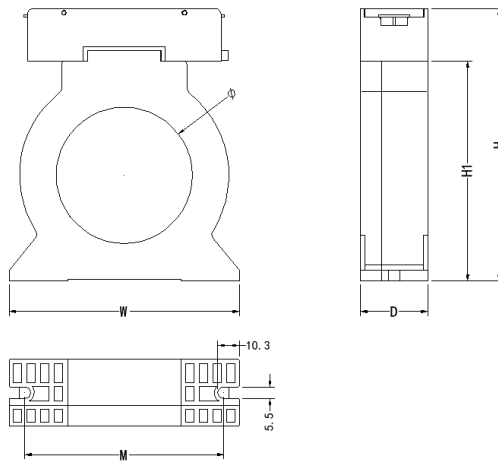
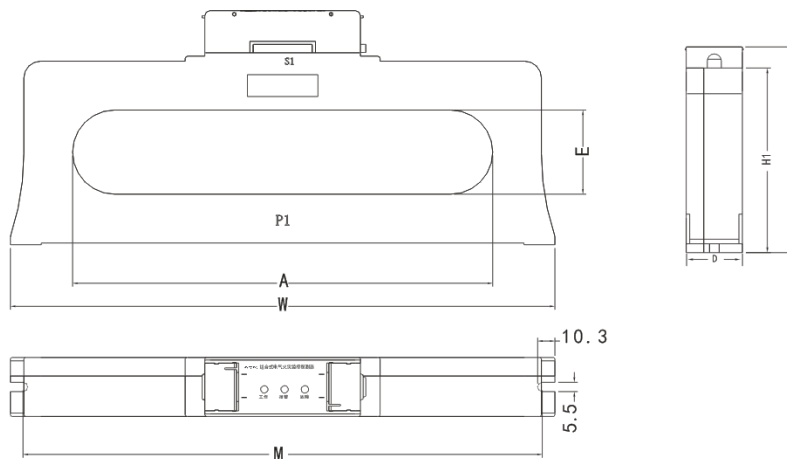
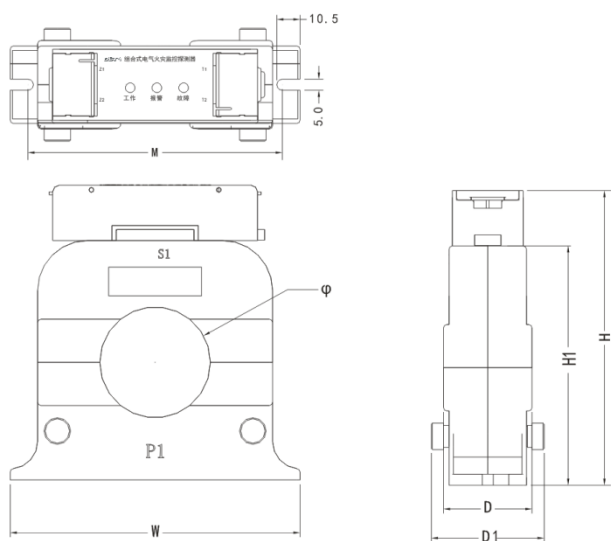

图 2.2 探测器外形示意图（配闭口式圆孔剩余电流互感器）
图 2.3 探测器外形示意图（配闭口式方孔剩余电流互感器）
图 2.6 探测器外形示意图（配 DH-GST-N2100-F-2000 剩余电流互感）
1.3.2 配闭口式圆孔剩余电流互感器的探测器外形尺寸图如图 2.2 所示，配闭口式方孔剩余电流互感器的探测器外形尺寸图如图 2.3/2.4/2.5 所示，配开口式圆孔剩余电流互感器的探测器外形尺寸图如图 2.6 所示 参数见表 2.2。